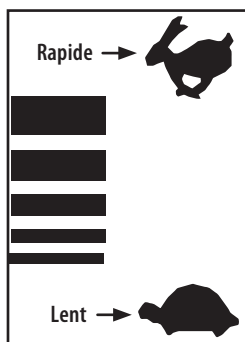

Figure 5
5. Placez la manette de l'obturateur/volet de départ à la position « FAST » (Rapide) (Figure 5).